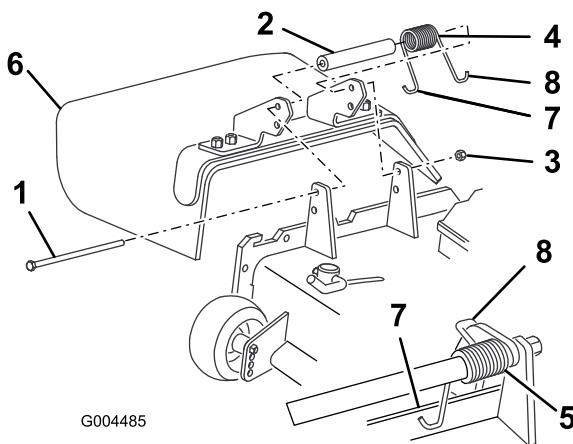

Bild 25
2. Entfernen Sie die Sicherungsmutter, Schraube, Feder und das Distanzstück, mit denen das Ablenkblech an den Drehhalterungen befestigt ist (Bild 25). Entfernen Sie defekte oder abgenutzte Ablenkbleche.
3. Legen Sie das Distanzstück und die Feder zwischen die Halterungen des Ersatzablenkbleches (Bild 25). Setzen Sie das linke J-Hakenende der Feder hinter die Kante des Mähwerks.
Hinweis: Stellen Sie sicher, dass sich das linke J-Hakenende der Feder hinter der Mähwerkskante befindet, bevor Sie die Schraube einführen, siehe Bild 25.
4. Setzen Sie die Schraube und Mutter ein. Führen Sie das rechte J-Hakenende der Feder um das Ablenkblech (Bild 25).